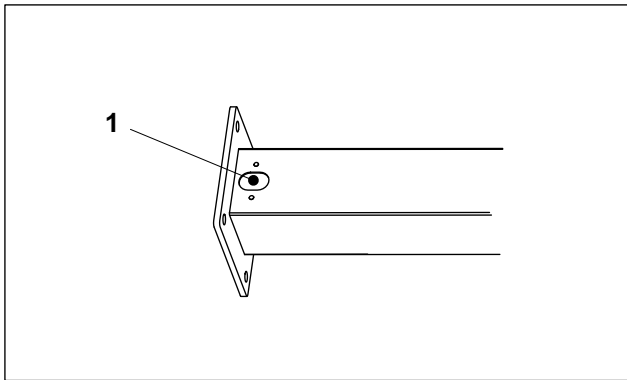

Afb. 4 Bodemplaat van de zuil
2. Markeer de vier boorgaten met behulp van de bodemplaat (afb. 4/1) van de zuil op het fundament.